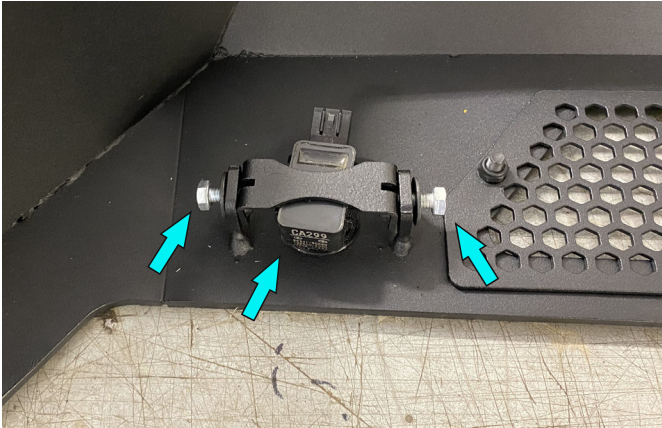

Fig.31
31. Put 4 parking sensors in bumper body and fix them using parking sensor holding brackets (item 23), bolts M6x16, washers 6 (item D, N) (fig.31). Подсоединить проводку. Для модели GR нужно удлинить проводку.